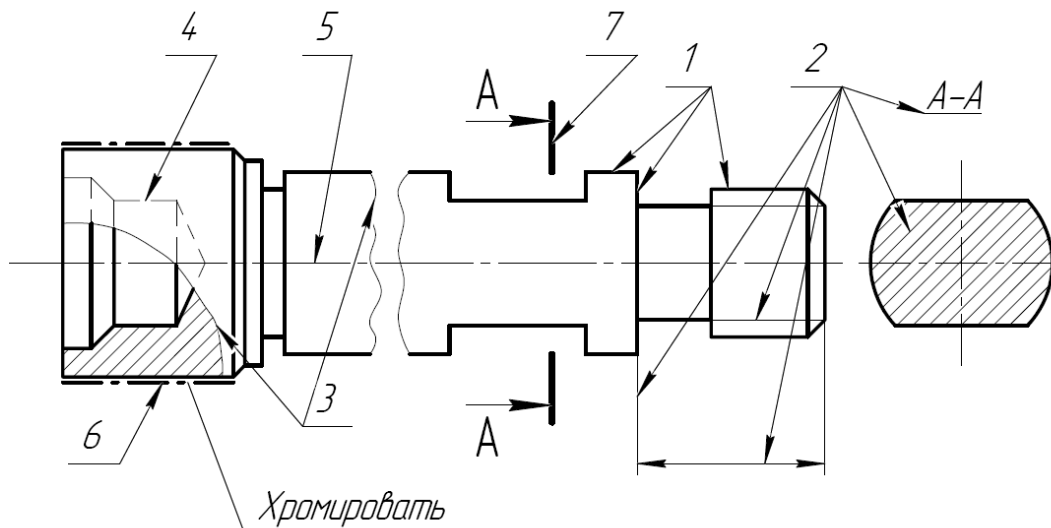

Рисунок.9.4. Линии чертежа и примеры их применения.
1. **Сплошная основная линия** применяется для изображения видимого контура предмета (рисунок 9.4, линии 1). Толщину ее (s) берут в пределах от 0,6 до 1,5 мм в зависимости от размеров чертежа и его сложности.
2. **Сплошная тонкая линия** применяется при вычерчивании контура наложенного сечения, размерных и выносных линий, линий штриховки, линий-выносок и линий построения характерных точек, подчеркивания надписей, линий сгиба на развертках (рисунок 9.4, линии 2). Толщина ее равна от $s/2$ до $s/3$.
3. **Сплошная волнистая линия** применяется при вычерчивании линии обрыва длинной детали, линии разграничения вида и разреза (рисунок 9.4, линии 3). Проводят ее от руки, слегка волнистой. Толщину линии принимают от $s/2$ до $s/3$.
4. **Штриховая линия** применяется при вычерчивании линий невидимого контура (рисунок 9.4, линии 4). Толщина линии $s/2$ до $s/3$. Длина каждого штриха должна быть 2–8 мм, расстояние между штрихами 1–2 мм. Штриховые линии должны пересекаться и заканчиваться штрихами.
5. **Штрихпунктирная тонкая линия** применяется при вычерчивании осевых и центровых линий, линий сечений, являющихся осями симметрии для наложенных и вынесенных сечений, линий для изображения частей изделий в крайних и промежуточных положениях (рисунок 9.4, линия 5). Ее толщина от $s/2$ до $s/3$. Длина штрихов может быть от 5 до 30 мм, но, как правило, берут 15–20 мм. Расстояние между штрихами от 3 до 5 мм. Штрихпунктирные линии должны пересекаться и заканчиваться штрихами.
6. **Штрихпунктирная утолщенная линия** применяется для обозначения поверхности, подлежащей термообработке или покрытию, для изображения элементов, расположенных перед секущей плоскостью (рисунок 9.4, линии 6). Практически ее толщина равна от $s/2$ до $2/3 s$, длина штрихов равна 3–8 мм, а расстояние между штрихами 3–4 мм.
7. **Разомкнутая линия** применяется при вычерчивании положения и направления линий сечения (рисунок 9.4, линия 7). Ее толщина от s до $3/2 s$. В сложных сечениях и